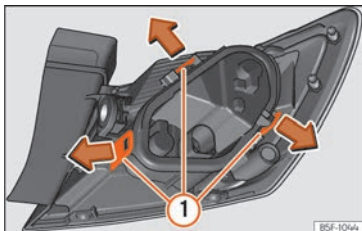

Abb. 116 Befestigungslaschen Rückseite Heckleuchte.
- Bauen Sie den Lampenträger »» **Abb. 116** aus, indem Sie die Befestigungslaschen ① entriegeln.